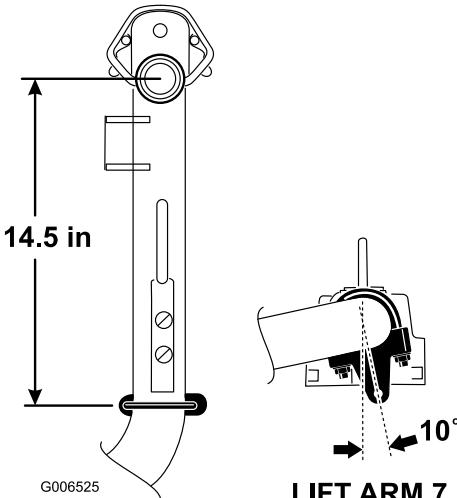

図 12
- 昇降アーム6番、7番では、ブラケットとUボルトが、ピボット・ナックルの中心線よりも37 cm 後ろになるように取り付ける（図 12）。各ブラケットが、機体の外側に對して10度回転した状態になるようにする。